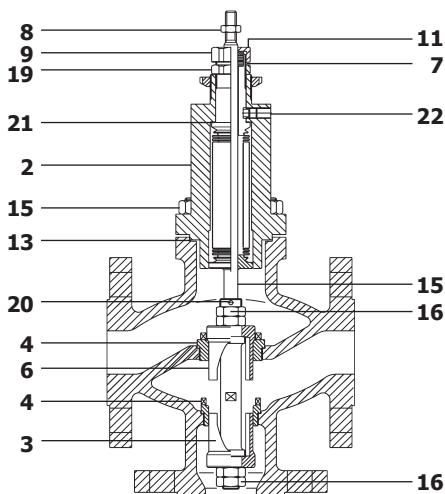

Рис. 10 Отводящий клапан
4.3.3 Процедура замены штока, плунжера и седел у отводящих клапанов с сильфонным уплотнением штока (См. рис. 10)